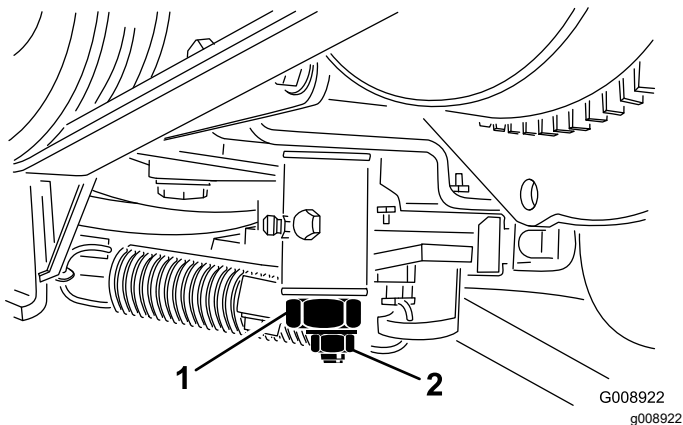

図 60
3. トラクション調整カムのロックナットをゆるめる (図 60)。